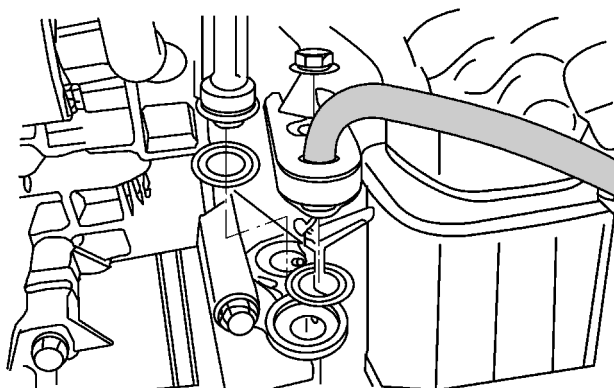

图 5-51 将吸入软管管板插入压缩机
1) 按照图 5-51 所示, 将空调器吸入软管安装到车上, 将吸入软管管板插入压缩机, 并将固定螺钉紧固。